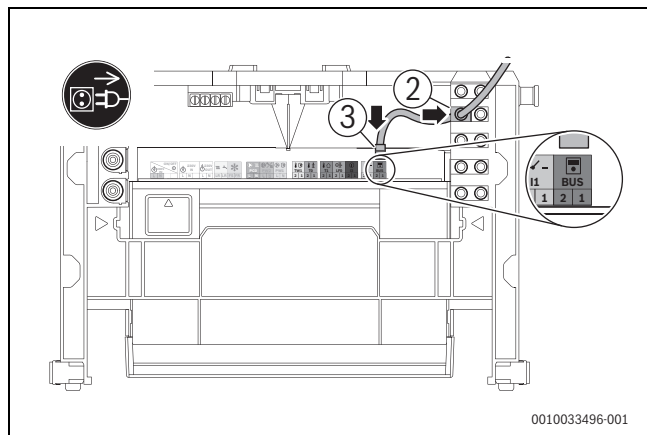

Fig. 95 Raccorder l'accessoire CS 36 au BUS
- ▶ Mettre en place le serre-câbles du câble de BUS (→ Figure 95, [2]).
- ▶ Raccorder le câble de bus à l'emplacement BUS du bornier (→ Figure 95, [3]).